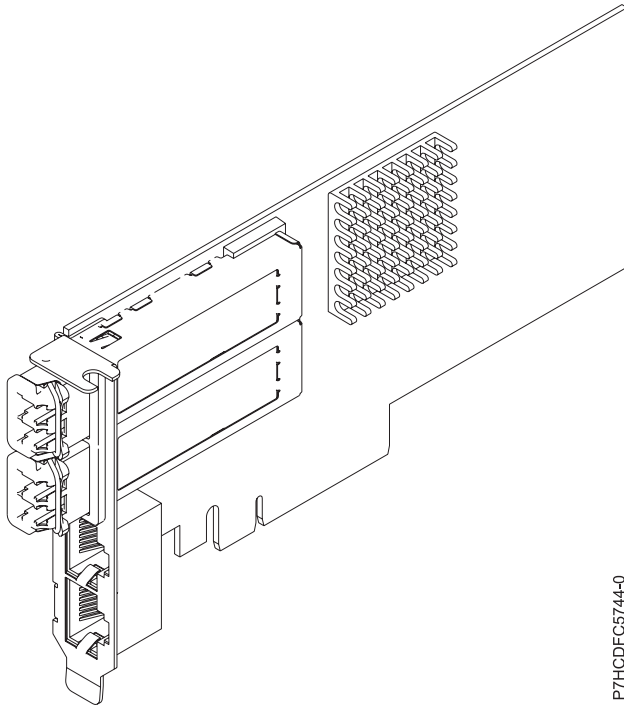

Figure 48. Carte PCIe2 2x10GbE SR 2x1GbE UTP
La carte PCIe2 2x10GbE SR 2x1GbE UTP est une carte PCI Express de génération 2 quatre ports Ethernet à connexion unifiée avec une interface de bus hôte PCI Express 2.0. Cette carte est optimisée pour l'informatique en nuage, la virtualisation, le stockage et les autres applications de centre de données. Cette carte comporte deux ports Ethernet 10 gigabits et deux ports Ethernet 1 gigabit. Les deux ports émetteurs-récepteurs SR (single root) SFP+ (small form-factor pluggable) 10 gigabits sont utilisés pour la connexion avec les autres serveurs ou commutateurs du réseau. Chaque port SFP+ (SR) fournit une connectivité Ethernet avec un débit nominal de 10 Gbps (gigabits par seconde) et utilise des câbles twinax SFP+ en cuivre pouvant atteindre une longueur maximale de 5 mètres. Chaque port RJ45 fournit une connectivité Ethernet avec un débit de 1 Gbps. Les fonctions d'agrégation de liaisons et de reprise en ligne de la carte sont idéales pour les applications réseau critiques qui nécessitent redondance et haute disponibilité. La figure 48, à la page 179 présente la carte FC 5745.